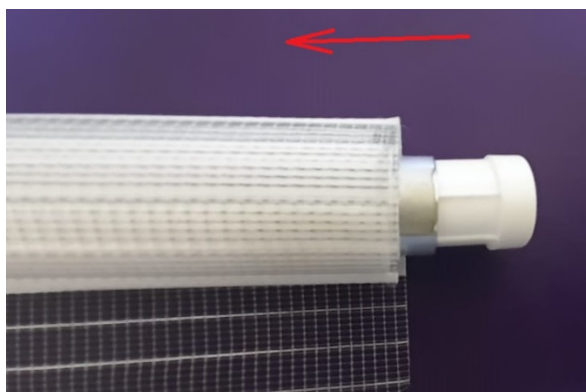

Рис. 4.10
4.6. Вставить боковую заглушку (из комплекта механизма управления) в верхнюю трубу с противоположной стороны от управления (Рис. 4.10).